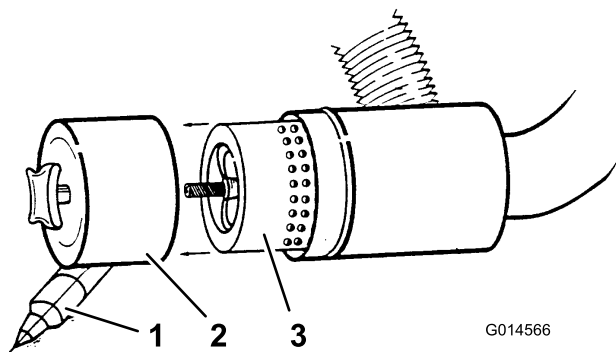

Figura 34
4. Togliete il filtro e sostituitelo (Figura 34).